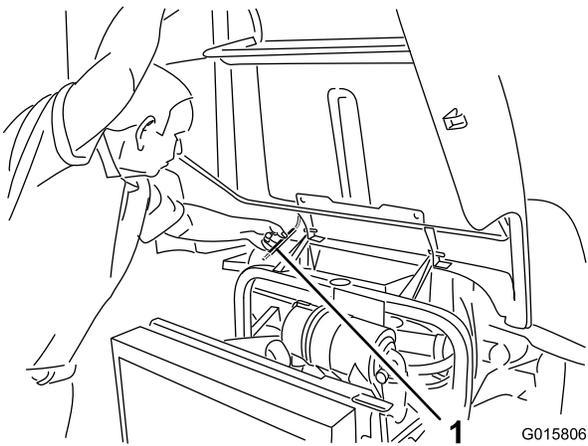

Bild 23
2. Heben Sie die Motorhaube an, bis die Stange hinter dem Rahmenrohr positioniert werden kann (Bild 23).